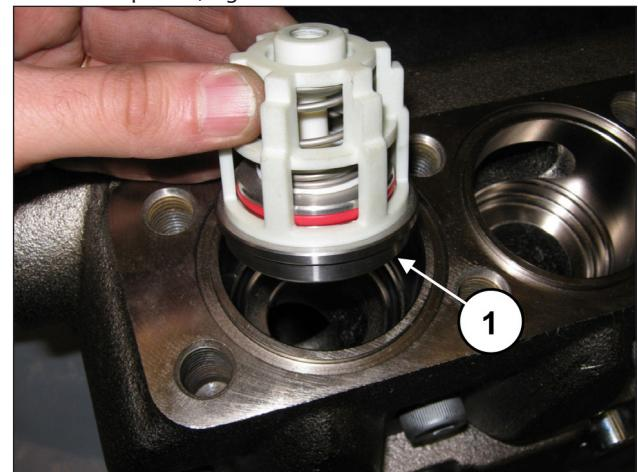
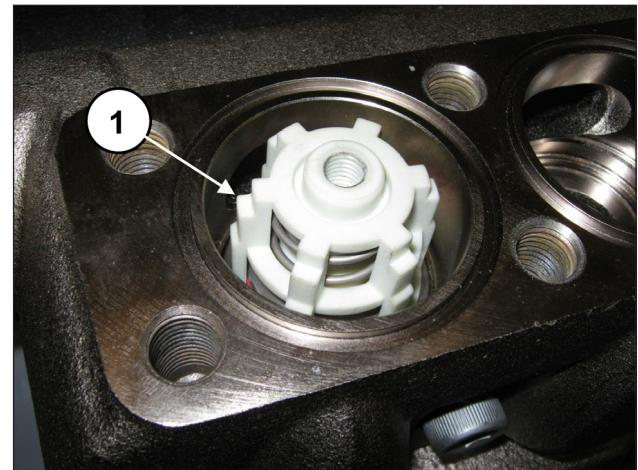

Fig. 156
Fig. 157
Introducir el grupo de la válvula de envío (pos. ①, Fig. 156). El grupo de la válvula se ha de introducir a fondo como se indica en la pos. ①, Fig. 157.